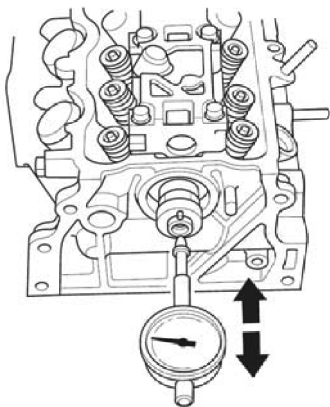

图 10-23 测量凸轮轴轴向间隙
5) 将百分表顶着凸轮轴的端部并调零。前后推动凸轮轴，并读取轴向间隙，如图 10-23 所示。如果轴向间隙超出维修极限（0.5mm），则更换止推盖并重新检查。如果仍然超出维修极限，则更换凸轮轴。